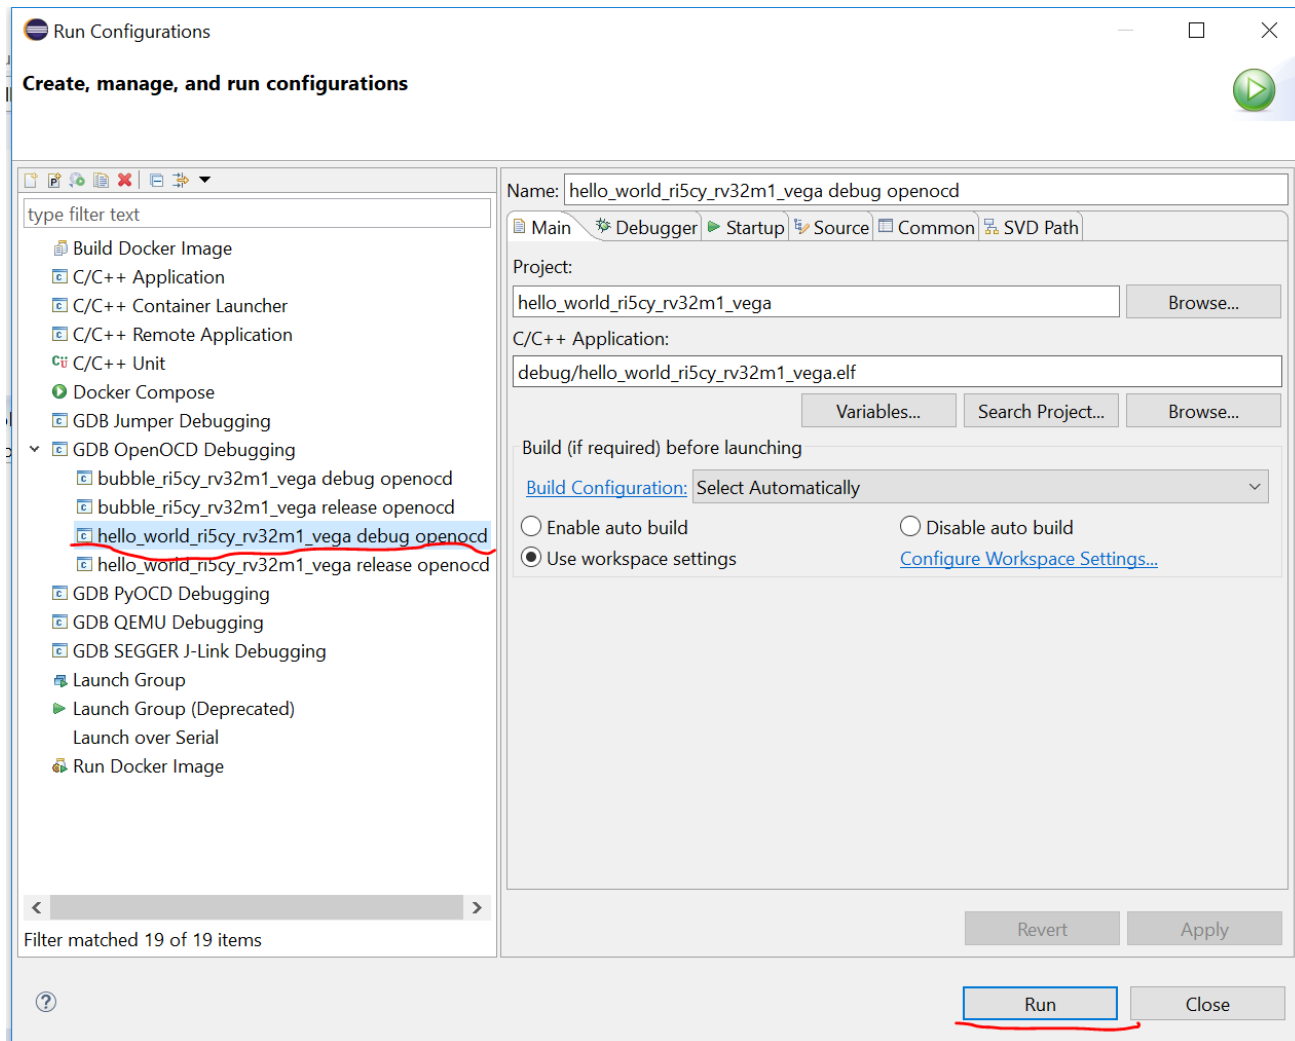

图 5 选择要调试的目标对象
3. 点击菜单 “Run -> Debug Configurations”，如图 5 所示，在左侧窗口选择要调试的目标对象，然后点击 “Run”。